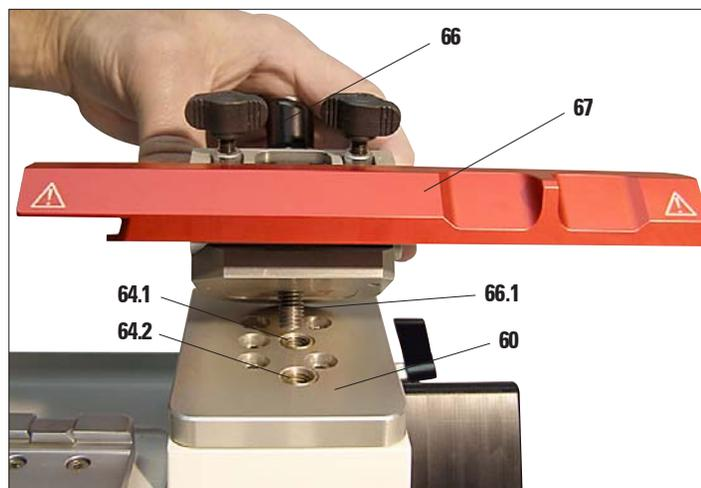

Figura 11
- Spingere la leva di bloccaggio (66) del portalama (67) verso il basso e avvitarla alla parte filettata inferiore (66.1) in uno dei due fori (64.1 o 64.2, figura 11) della base intermedia (60).